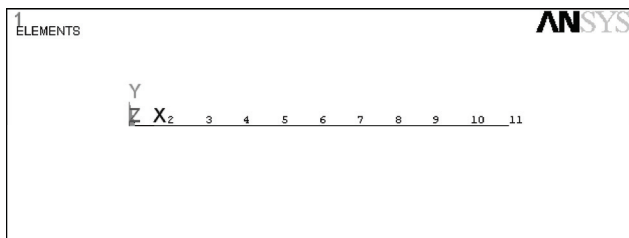

图 5-50 生成的有限元模型显示
6) 选择 Utility Menu | Plot | Elements 命令，ANSYS 显示窗口将显示所生成的有限元模型，如图 5-50 所示。